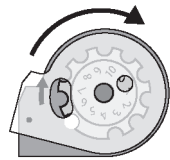

Fig. 7a
- Levante e rotacione a capa transparente na direção da seta (sentido horário) até que ela pare (Fig. 7a, Fig. 7b).